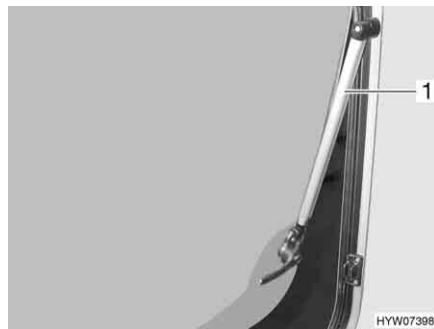

Bild 80 Överkantshängt fönster med automatik-spärr
- Öppna det överkantshängda fönstret till önskat läge. Automatik-spärren (Bild 80,1) hakar fast automatiskt.